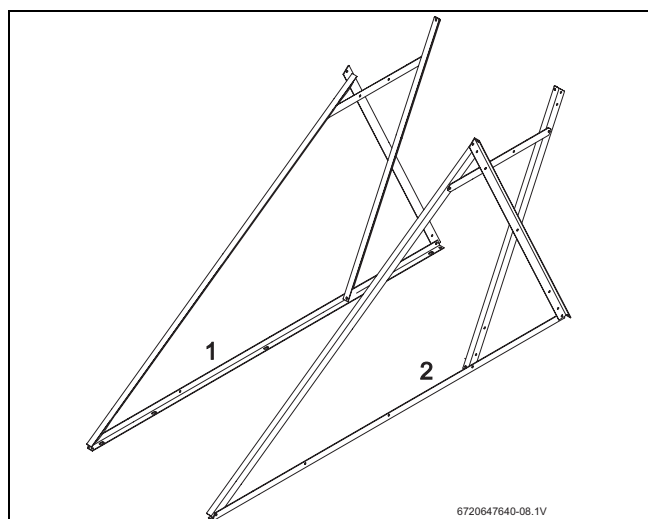

Fig. 13 Monter un autre triangle
- Monter un autre triangle latéral (→ fig. 13, [2]) de manière symétrique par rapport au premier [1].